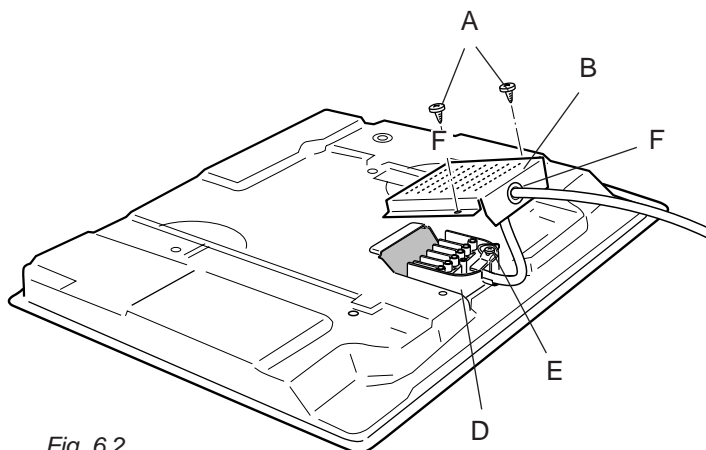

Fig. 6.2
- ✓ Afloje los tornillos A y saque la protección B (fig. 6.2).
- ✓ Abra el fijacable E (fig. 6.2).